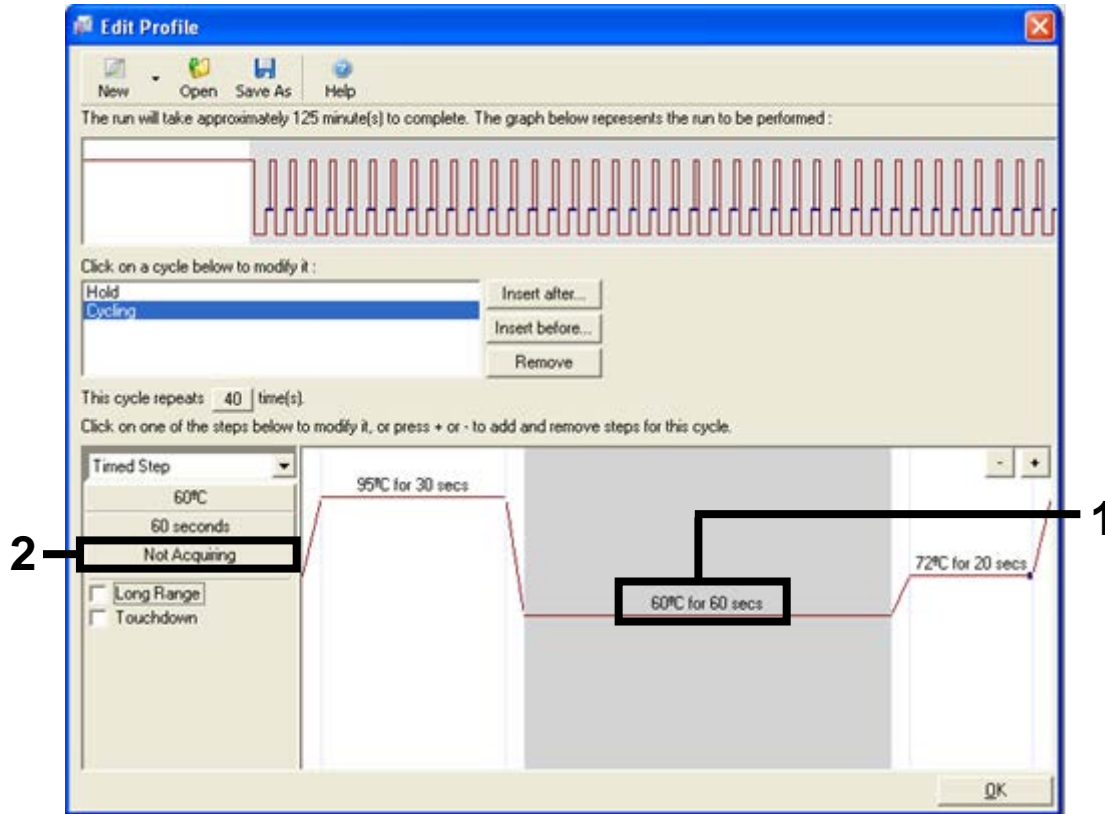

Abbildung 27. Zyklusschritt bei 60°C [1 = Temperatur- und Zeiteinstellung für zweiten Schritt, 2 = Schaltfläche „Not Acquiring“ (Keine Erfassung)]
9. Markieren Sie den zweiten Schritt und stellen Sie diesen auf „60°C for 60 secs“ ein. Aktivieren Sie durch Klicken auf die Schaltfläche „Not Acquiring“ (Keine Erfassung) die Datenerfassung für diesen Schritt (siehe Abbildung 27).